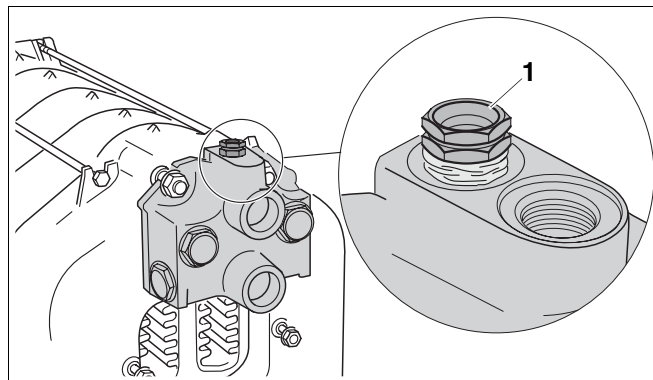

Fig. 23 Vedar o casquilho de imersão
- Feche as ligações de impulsão e do retorno da caldeira (monte o dispositivo de purga sobre o acessório de ligação de Rp $\frac{3}{4}$ (→ Fig. 23).